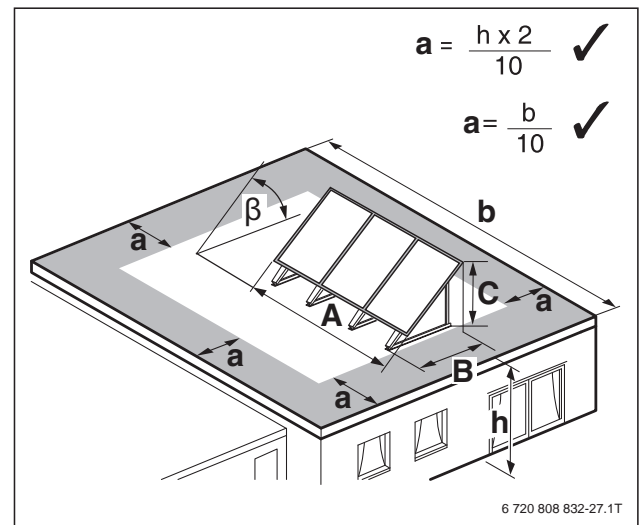

Bild 204 Einzuhaltende Abstandsmaße
- Mindestabstand zur Dachkante ermitteln (→ Bild 204).